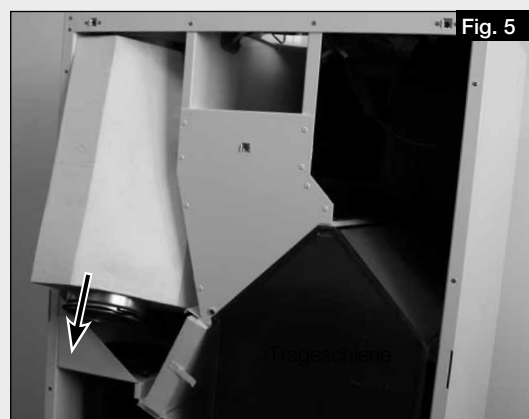

Fig. 5
2. Faire pivoter la face inférieure du silencieux et le retirer vers le bas de l'appareil (voir fig. 5).